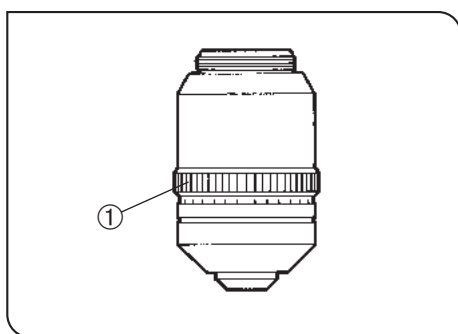

Рис. 48
- При известной толщине покровного стекла установите кольцо коррекции ① на данное значение шкалы. (Рис. 48)
- При неизвестной толщине покровного стекла отрегулируйте кольцо коррекции ① и, попеременно нажимая кнопку FOCUS (фокус), установите положение с наивысшим контрастом.
- ☉ Не прикасайтесь к кольцу коррекции ①, вращая револьверную головку.